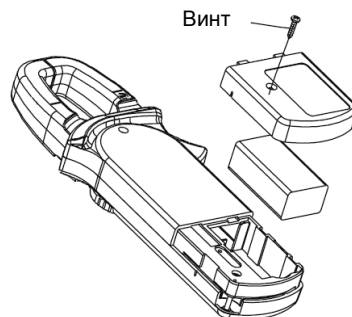

Рисунок 10
- Если при положении мультиметра лицевой стороной вверх, задней стороной вниз (см. рис. 10) показание прибора имеет положительный знак, значит, ток через проводник течет снизу вверх. Держите прибор крепко, и не выпускайте его из рук. Элементы Холла очень чувствительны не только к магнитному полю, но и к нагреванию, и механическому воздействию. Любой удар или толчок на короткое время приведет к искажению показаний. Для повышения точности измерений следуйте порядку действий, изложенному ниже:
В. Замена батареи (см. рисунок 10)